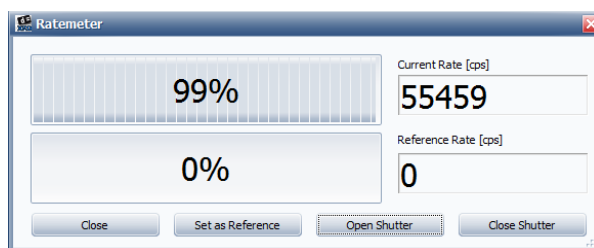

图 4-2
- (1) 在软件操作界面tools界面中，点击parts，选上IO extension下面24v output switches目录，点击Optswitch out 1（图4-2）在此时界面左上角点上图标get control获取对仪器的控制，再点击界面右上角图标发送命令。可以看到在样品上面出现激光红点。（此激光对人体无害，在调节高度时可以接触）。